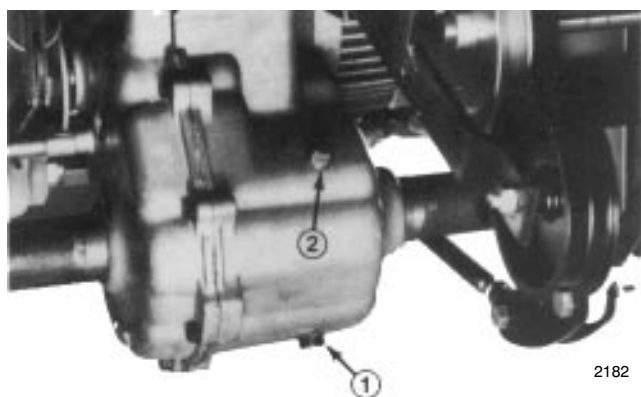

Figure 37
2. Nettoyer les abords du bouchon de vidange et placer un bac de vidange sous le bouchon de vidange du pont avant (Fig. 37).
3. Retirer le bouchon de vidange et laisser l'huile s'écouler dans le bac de vidange (Fig. 37). Quand toute l'huile s'est écoulée, remettre le bouchon de vidange.
4. Déposer le bouchon de remplissage et remplir d'huile SAE EP-90 wt. jusqu'au niveau du bouchon (environ 15 cl ou 44 oz.) (Fig. 37).